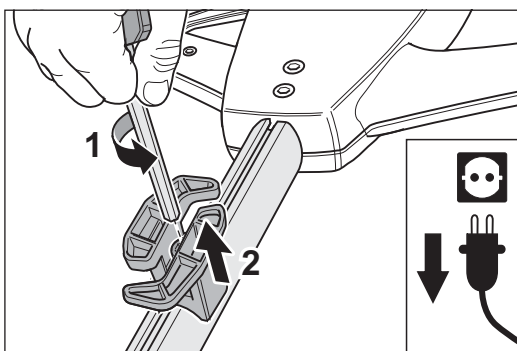

Abb. 27 Die Schraube nur lösen (1) und **nicht** ganz herausdrehen. Dann den Kabelhalter mit dem Nutstein entfernen (2).
- 1 Zum Entfernen oder Ersetzen eines Kabelhalters lösen Sie die Schraube in der Mitte des Kabelhalters. Drehen Sie die Schraube **nicht** ganz aus dem Nutstein heraus! Nun können Sie den Kabelhalter mit Nutstein entfernen (Abb. 27).